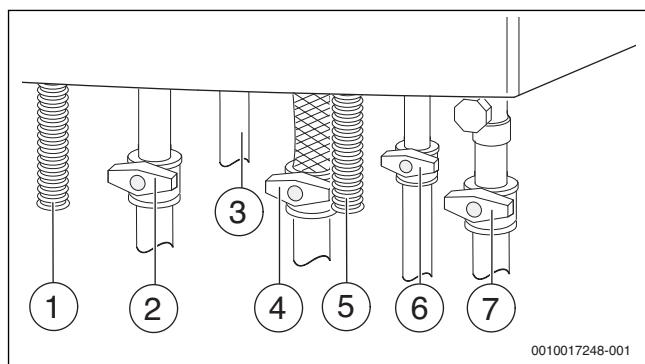

Fig. 26 Racorduri pe partea de gaz și apă (accesori)
- Deschideți robinetul pentru apă rece (→ fig. 26) și, apoi, un robinet pentru apă caldă, până când curge apă.
- Deschideți robinetul pe turul încălzirii și cel pe returnul încălzirii (→ fig 26).